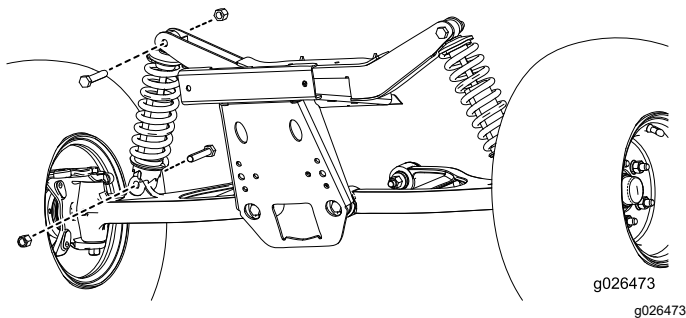

Figura 3
2. Retire los conjuntos de amortiguador actuales, según se muestra en Figura 3.